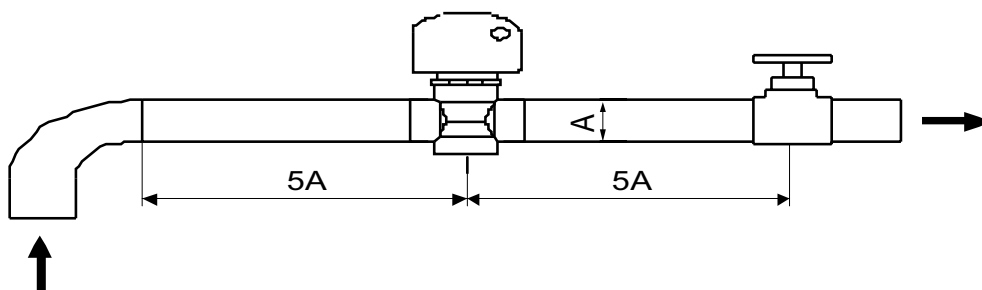

Figura 8
- Il flussostato deve essere installato su una tubazione diritta e, su entrambi i lati del flussostato, deve esserci più di cinque volte la lunghezza del diametro del tubo (vedi la Figura 8 sotto). La direzione del fluido deve seguire la freccia sul comando. La morsetteria deve essere installata in una posizione facile per l'accesso.